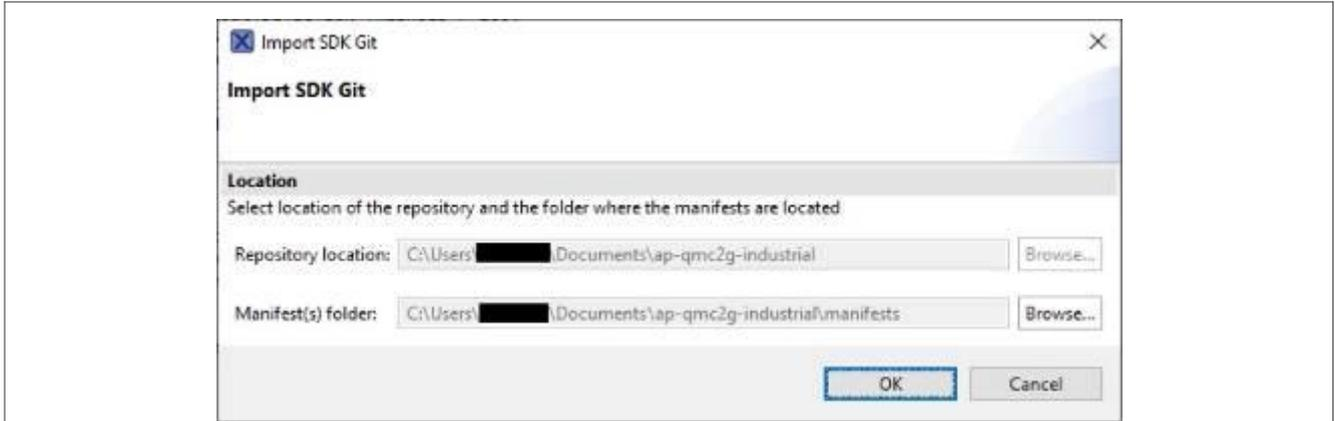
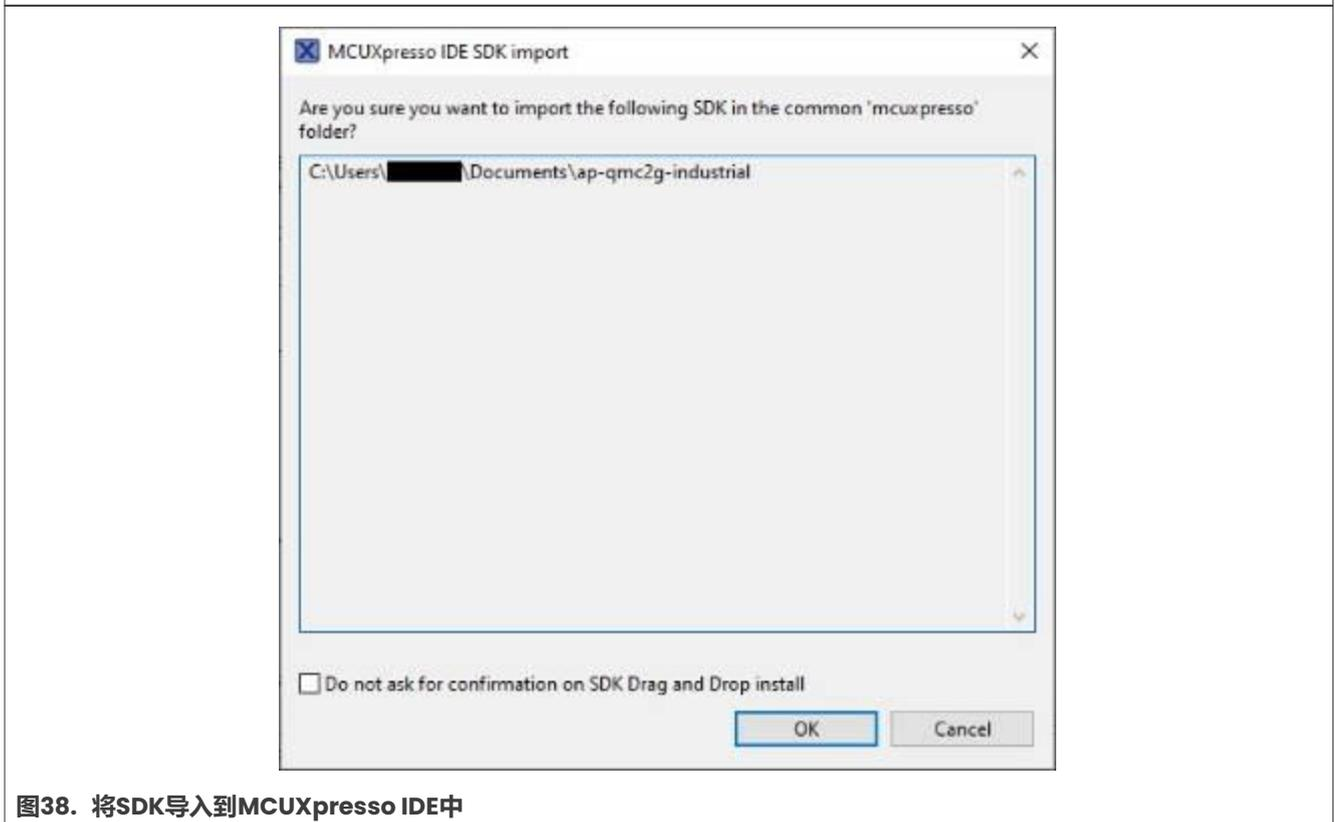

图37. 通过命令行导入SDK Git
图38. 将SDK导入到MCUXpresso IDE中
3. 将上一步中创建的"ap-qmc2g-industrial directory"拖放到屏幕下方*Installed SDKs*选项卡下的*Installed SDKs*窗口中。在如图37和图38所示弹出的窗口中，点击OK：